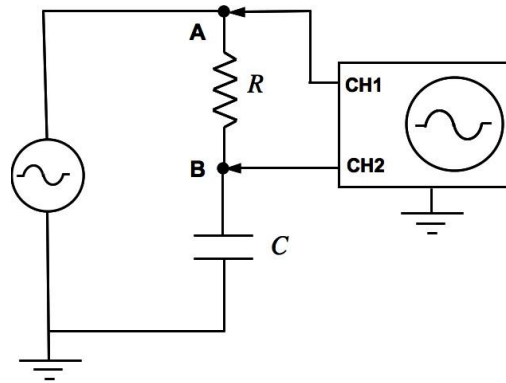
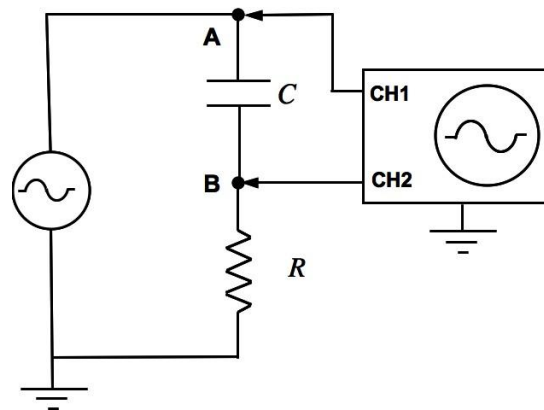

Figura 7.1: Representação esquemática de um filtro passa-baixa construído a partir de um circuito RC em série, alimentado com corrente alternada.
Figura 7.2: Representação esquemática de um filtro passa-alta construído a partir de um circuito RC em série, alimentado com corrente alternada.
Vamos analisar um circuito RC em série atuando como um filtro passa-baixa. Para isto devemos comparar o sinal de entrada, fornecido pelo gerador de funções, com o sinal de saída, extraído do capacitor. Isto é feito montando o circuito mostrado na figura 7.1.
Vamos analisar agora um circuito RC em série atuando como um filtro passa-alta. Devemos agora comparar o sinal fornecido pelo gerador de funções com o sinal de saída extraído do resistor. Isto será feito montando o circuito mostrado na figura 7.2. Ele é obtido a partir do circuito da figura 7.1 simplesmente invertendo as posições do resistor e do capacitor.
1. Monte o circuito da figura 7.2, utilizando um resistor de $1 \text{ k}\Omega$ e um capacitor de 100 nF . Meça com o multímetro os valores de R e C .
1. Monte o circuito da figura 7.1, utilizando os mesmos componentes do procedimento anterior.